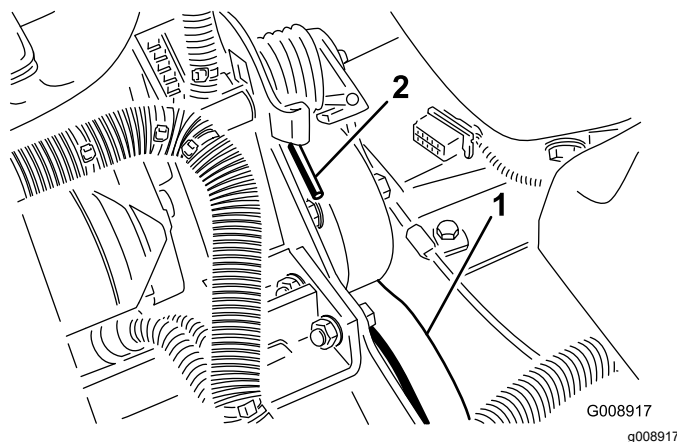

Figura 78
3. Empuje hacia adelante y hacia abajo sobre el extremo del muelle (Figura 78) para desengancharlo del soporte y liberar la tensión.